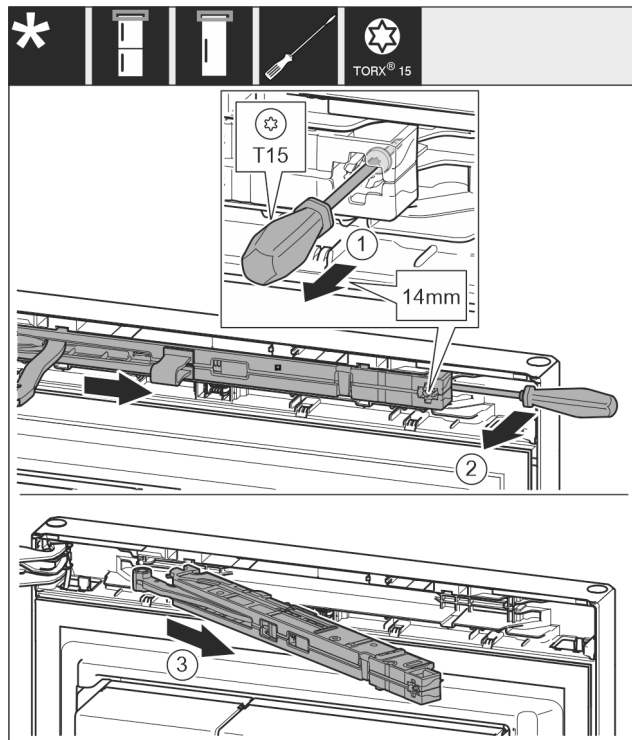

Fig. 10
- ▶ Soltar el tornillo de la unidad del amortiguador de cierre aprox. 14 mm con el destornillador T15. Fig. 10 (1)
- ▶ Con un destornillador, desplazar por el lado del tirador detrás de la unidad del amortiguador de cierre y girar hacia delante. Fig. 10 (2)
- ▶ Extraer la unidad del amortiguador de cierre. Fig. 10 (3)